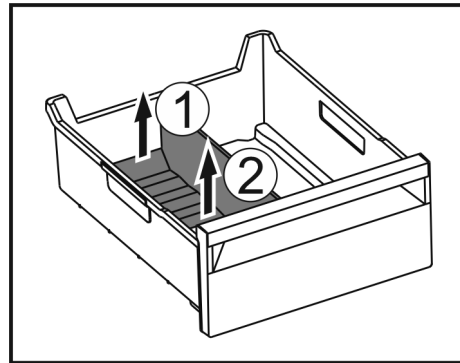

Fig. 139
- ▶ Hinteren Teil des Eisfach-Trenners anheben. Fig. 139 (1)
- ▶ Eisfach-Trenner nach oben entnehmen. Fig. 139 (2)